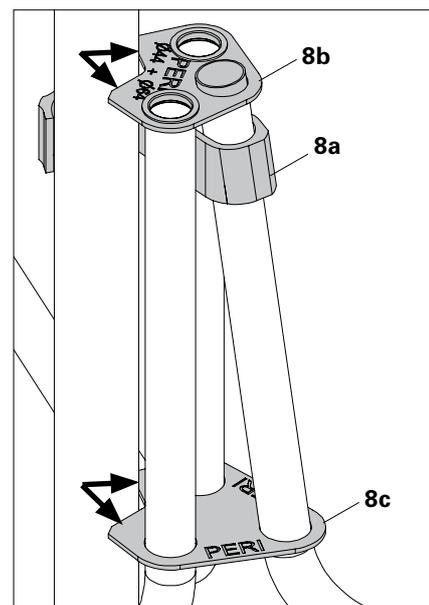

Fig. A1.03a
3. Veiller à ce que l'étau de dalle soit appliqué contre les plaques de raccordement supérieure et inférieure (8b et 8c). (Fig. A1.03a)